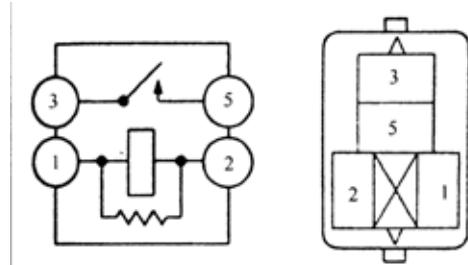

图 9-43
1) 检查端子之间是否导通，如图 9-43 和表 9-24 所示。